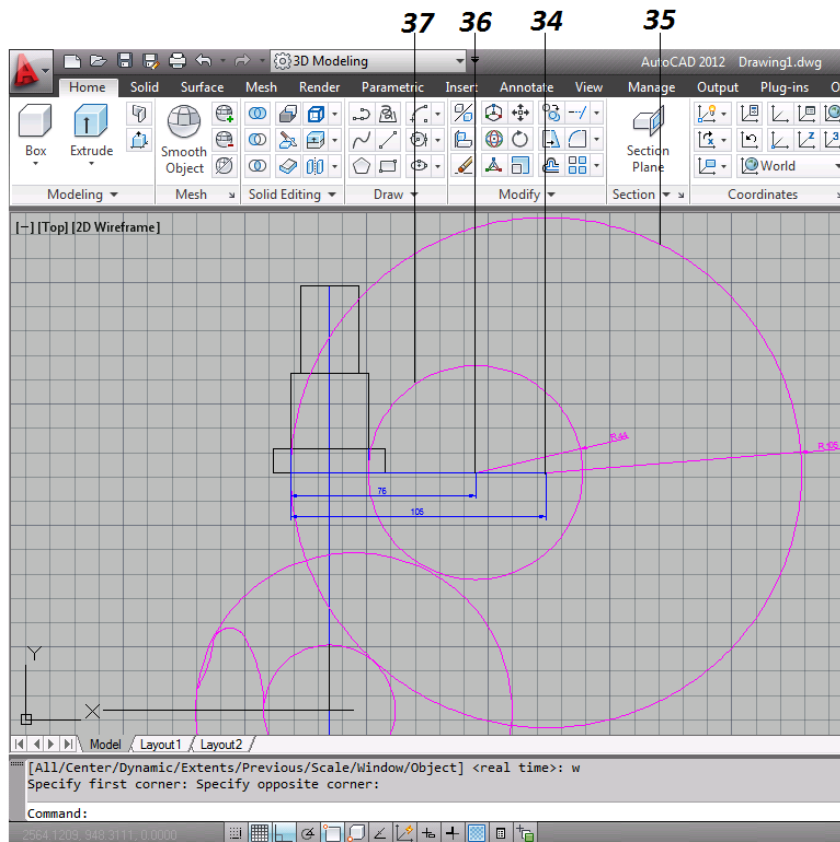

Figura 4.10 Ejercicio 2
34. Se crean una linea guia apartir de la parte inferior izquierda del ultimo rectangulo, la cual tendra una distancia de 76 unidades (*figura 4.10*).
35. En el punto final de esta linea, se crea un circulo de 105 unidades de radio (*figura 4.10*).
36. Se vuelve a crear otra linea guia a partir de la parte inferior izquierda del ultimo rectangulo, la cual tendra una distancia de 76 unidades (*figura 4.10*).
37. Al final de esta linea se crea un circulo de 44 unidades de radio (*figura 4.10*).